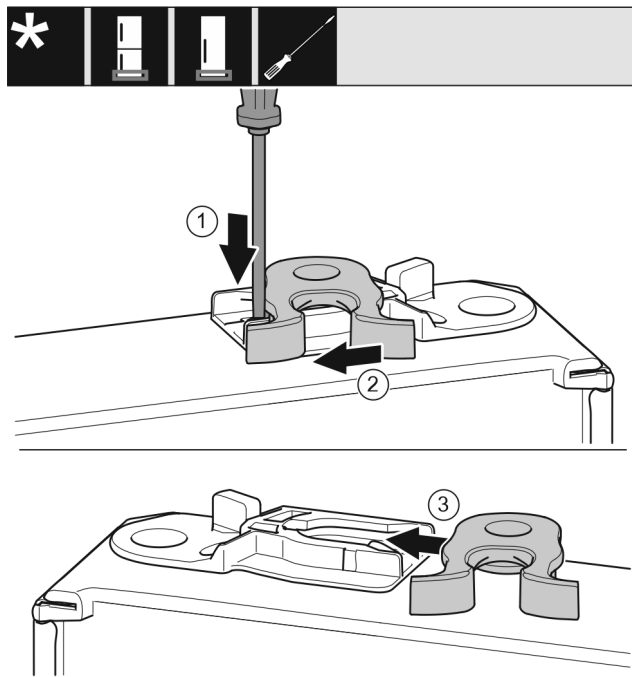

Fig. 39 *
- ▶ За допомогою шліцевої викрутки притисніть накладку Fig. 39 (1) униз.*
- ▶ Витягніть із напрямної запірний гачок Fig. 39 (2).*
- ▶ Вставте запірний гачок Fig. 39 (3) у напрямну з іншого боку.*